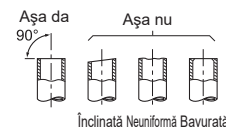

Fig. 2
- Dacă furtunul de scurgere furnizat împreună cu unitatea interioară este prea scurt, racordați-l la furtunul de scurgere (J) care ar trebui să fie furnizat la locația de instalare. (Fig. 2)